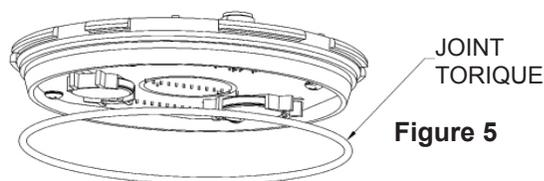

Figure 5
4. Remonter le joint torique sur le module électronique comme à la Figure 5. Orienter correctement la prise du capteur. Enfoncer le module électronique avec précaution dans le couvercle du compteur.